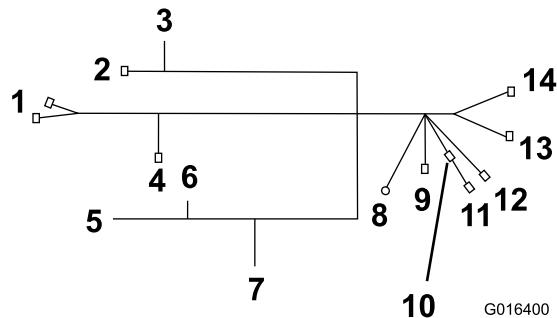

Figura 14
1. Tome la rama del arnés de cables que lleva los conectores a la lámpara trasera derecha, la lámpara de la placa de matrícula y la lámpara trasera derecha (Figura 14).
1. Tome la rama del arnés de cables que lleva los conectores a la lámpara izquierda, el intermitente y el claxon (Figura 14).